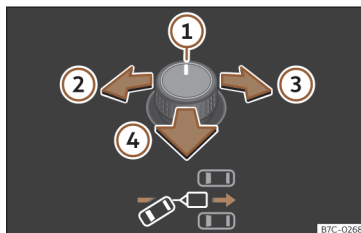
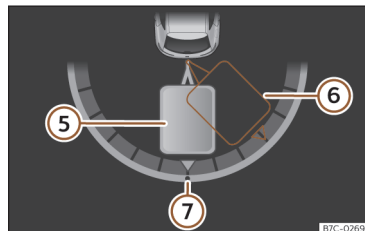

Fig. 181 Mando giratorio de los retrovisores exteriores: ajustar el ángulo del remolque.
Fig. 182 Pantalla del cuadro de instrumentos: dar marcha atrás.
Leyenda de la **fig. 181**, >>> **fig. 182**:
- Bascule el mando giratorio hasta alcanzar la dirección deseada **>>> fig. 181**. En la pantalla del cuadro de instrumentos aparece a modo de orientación una representación del conjunto vehículo tractor y remolque en la posición actual **>>> fig. 182**.